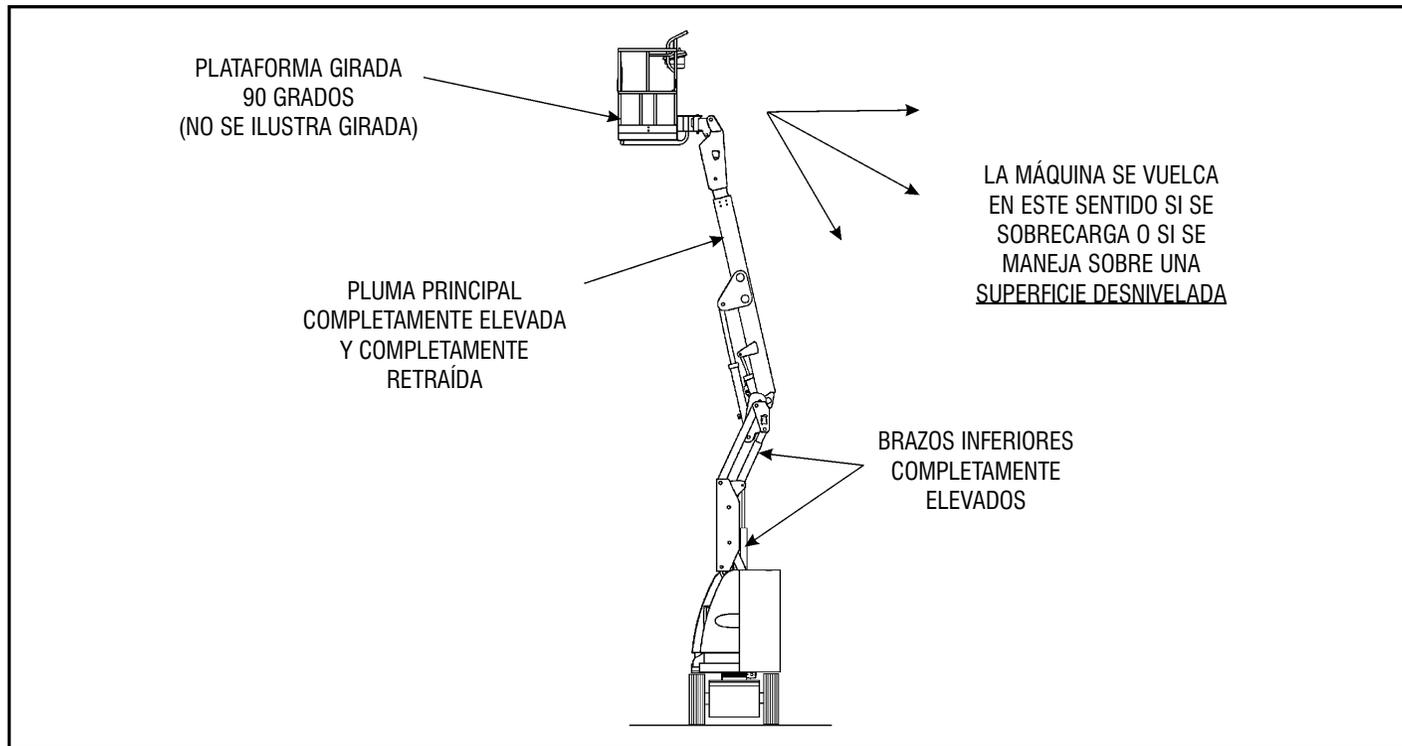

Figura 4-2. Posición de estabilidad trasera mínima
La estabilidad de la máquina depende de dos (2) condiciones, las cuales se denominan estabilidad DELANTERA y estabilidad TRASERA. La posición de la máquina que ofrece la estabilidad DELANTERA mínima se ilustra en la Figura 4-1. y la posición que ofrece la estabilidad TRASERA mínima se ilustra en la Figura 4-2.